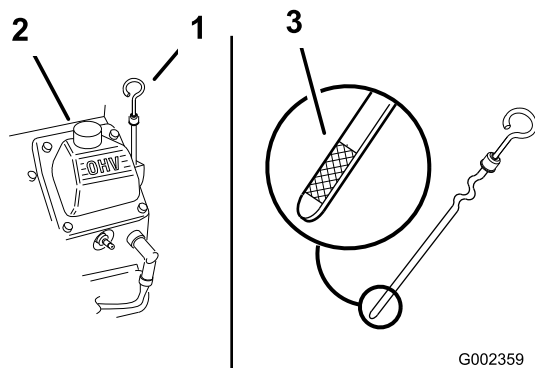

Figura 163
1. Pulite l'area intorno al tappo di rifornimento dell'olio e l'asta di livello (Figura 163).